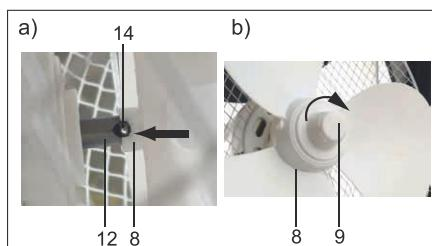

Fig.75: Montering af rotoren
6. Sæt nu rotoren (8) på motorakslen (12). Den lille tværakse (14) i enden af motorakslen skal ligge i rotormodulets *udsparing*. Se fig. 75 a).
7. Sæt skruemøtrikken (9) på rotoren (8).
8. Stram den i urets retning. Se fig. 75 b).